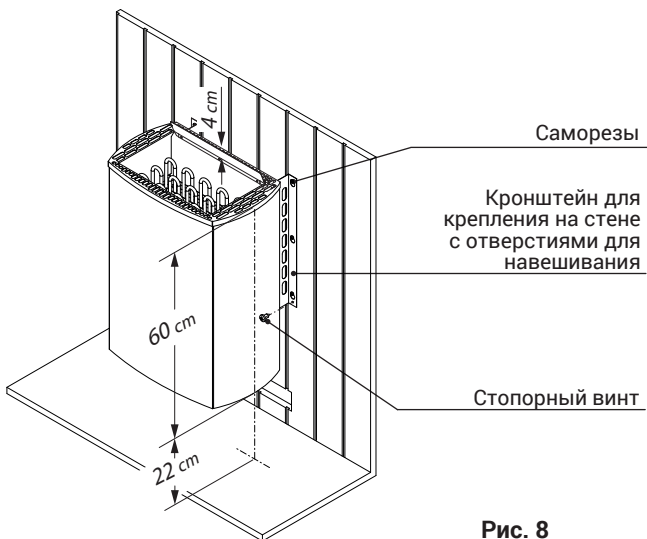

Рис. 8
- Теперь вы можете повесить нагревательный прибор, вставив вкрученные в стенку кабины винты в отверстия в кронштейнах, и затем зафиксировать его с помощью двух стопорных винтов в кронштейнах (Рис.8).